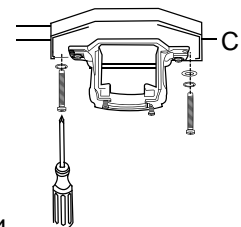

Fig. 4
4. Asegure el soporte de montaje (C) a la caja de salida con los tornillos, las arandelas de resorte, y las arandelas planas provistos con la caja de salida. [Fig. 4] *Es muy importante usar los artículos de ferretería correctos al instalar el soporte de montaje puesto que sirve para sostener el ventilador.*